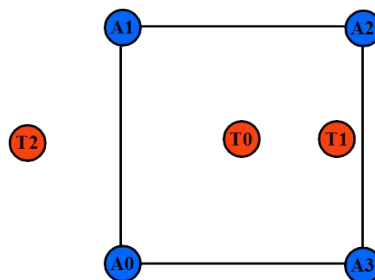

图 26: 包围面定位精度示意图
- 标签所处位置，如在基站包围面内精度较高为 10cm 左右，在包围面外精度降低，且离包围面越远精度越低。如图 26 所示，T0 的精度最高，T1 次之，T2 的最差。